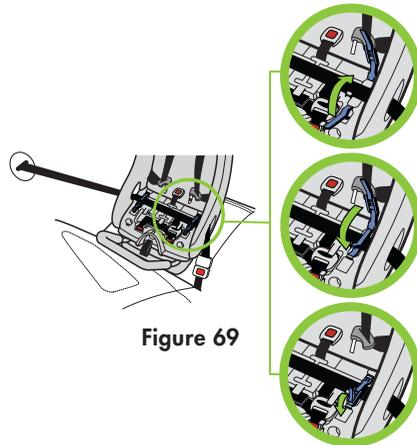

Figure 69
- En tenant fermement la ceinture du véhicule, verrouillez les deux dispositifs de blocage, tel qu'illustré dans la **Figure 69**.